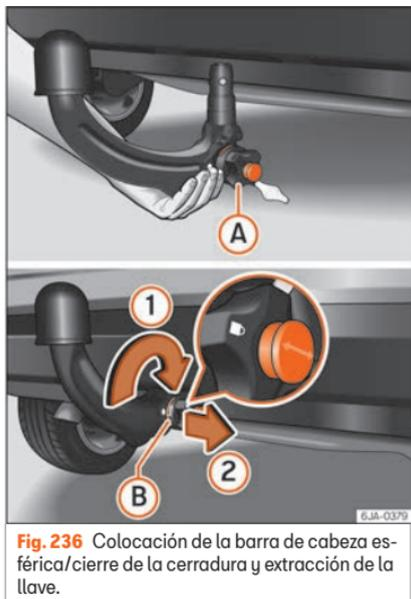

Fig. 236 Colocación de la barra de cabeza esférica/cierre de la cerradura y extracción de la llave.
- Sujete la barra de cabeza esférica desde abajo » » » fig. 236 e introdúzcala en el casquillo de sujeción hasta hacer tope y oír que encastra » » » ⚠.